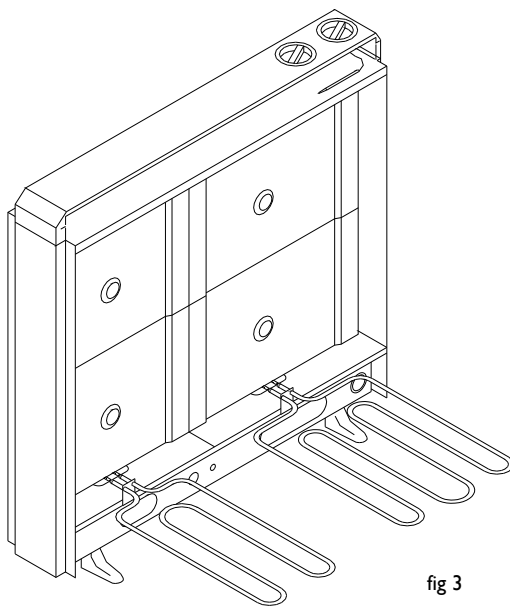

fig 3
9.- Coloque os ladrilhos cuidadosamente contra o fundo, dispondo-os em dois níveis e com a face para traz (fig.3). Sempre que o aparelho utilize ladrilhos grandes ref. I 1072 deverão ser colocados do lado direito.